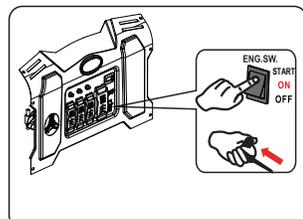

Fig 15 Arranque Manual
- Para inicio manual, gire el boton de arranque ON/OFF a la posición "ON". Tire de la manija de retroceso (cuerda del arranque) lentamente hasta que resistencia se siente, luego jale rápidamente. (vea Fig. 15)